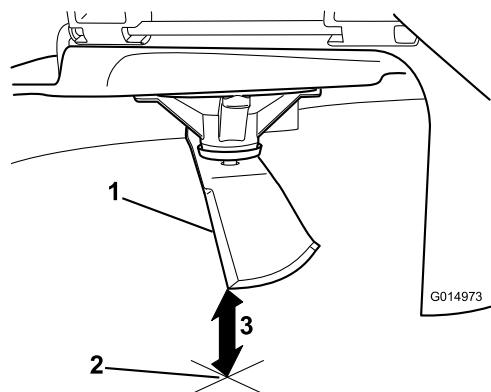

Figura 55
5. Mida desde la punta de la cuchilla hasta la superficie plana (Figura 55).